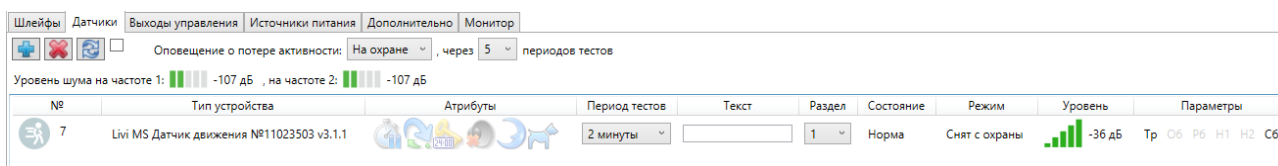
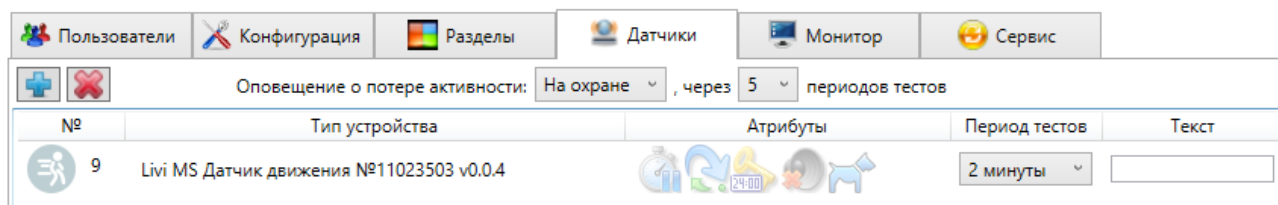
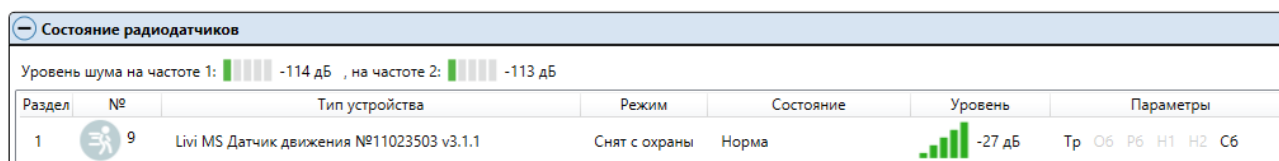

Рисунок 13.1 — Радиоустройство на вкладке *Датчики* в конфигурации ППК STEMAX RX410 (*STEMAX Конфигуратор*)
Рисунок 13.2 — Радиоустройство на вкладке *Датчики* в конфигурации контроллера Мираж-GSM-A8-05 (*STEMAX Приват*)
Рисунок 13.4 — Блок *Состояние радиоустройств* на вкладке *Монитор*
После связывания индикатор радиоустройства мигнет пять раз зеленым цветом. Сведения о радиоустройстве отобразятся на вкладке *Датчики* (см. рисунок 13.1, рисунок 13.2).
1. В программе *STEMAX Конфигуратор* или *STEMAX Приват* на вкладке *Монитор* (см. рисунок 13.4).
На вкладке *Датчики* в обеих программах можно посмотреть и, если применимо, изменить следующие параметры зарегистрированных радиоустройств (см. рисунок 13.1, рисунок 13.2):
В верхней части вкладки *Датчики* (см. рисунок 13.1), в верхней части таблицы *Состояние радиодатчиков* на вкладке *Монитор* (см. рисунок 13.4) программы *STEMAX Конфигуратор* и в верхней части вкладки *Монитор* программы *STEMAX Приват* отображаются индикаторы *Уровень шума* на